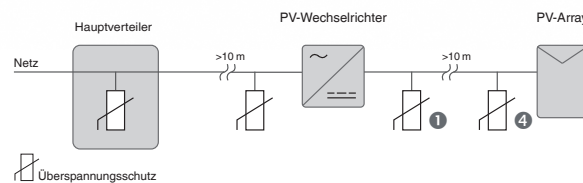

Abbildung 1:
- Installation auf der DC-Seite – neben dem Solarwechselrichter (1) und der Combiner Box (4) (siehe Abbildung 1)